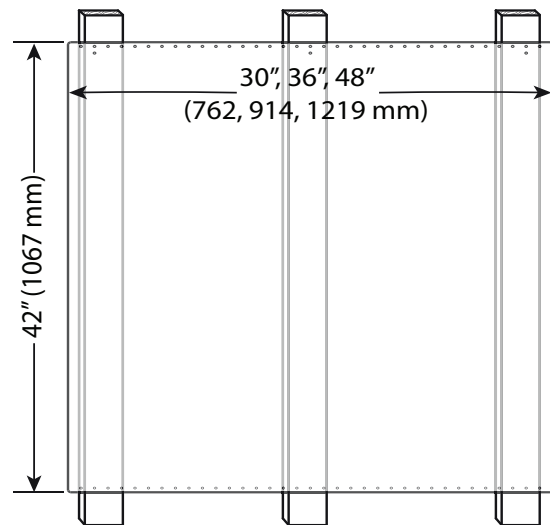

Figura 10: Instalación de la consola trasera
- Utilice dos de los tornillos proporcionados para fijar las partes inferior y superior de la consola trasera de protección a cada travesaño de pared (*Figura 10*).